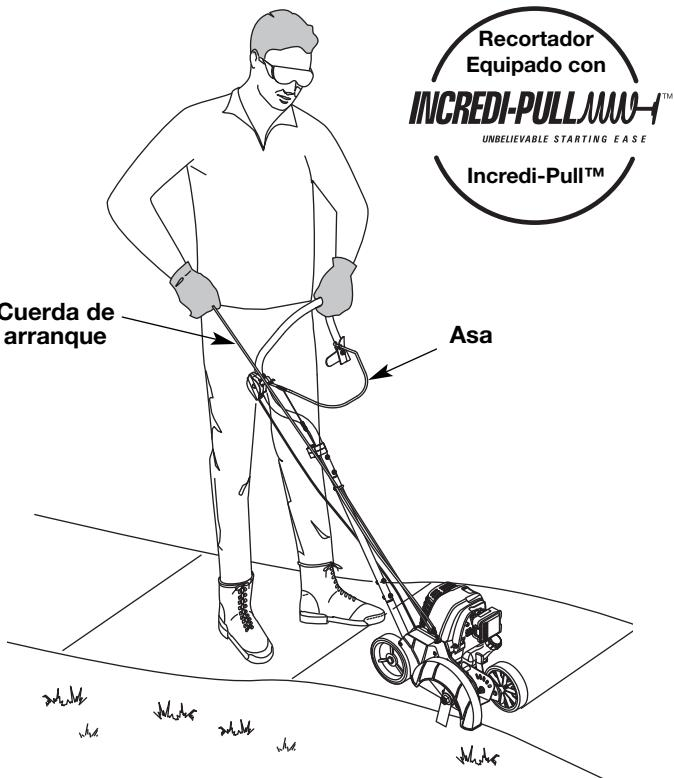
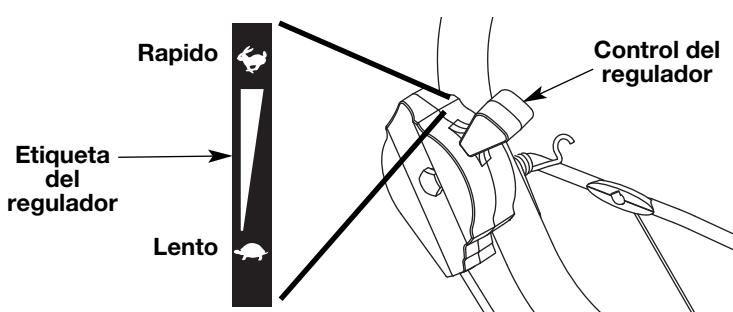

Fig. 14
Fig. 15
4. Párese en la posición de arranque (Fig. 14) y asegúrese de que el control del regulador (Fig. 15) esté en la posición LENTO (🐢).
NOTA: No conecte el asa mientras tire de la cuerda de arranque (Fig. 14) o la unidad no arrancará.
2. Levante el asa (Fig. 14) y manténgala apretada contra la manija de la unidad.